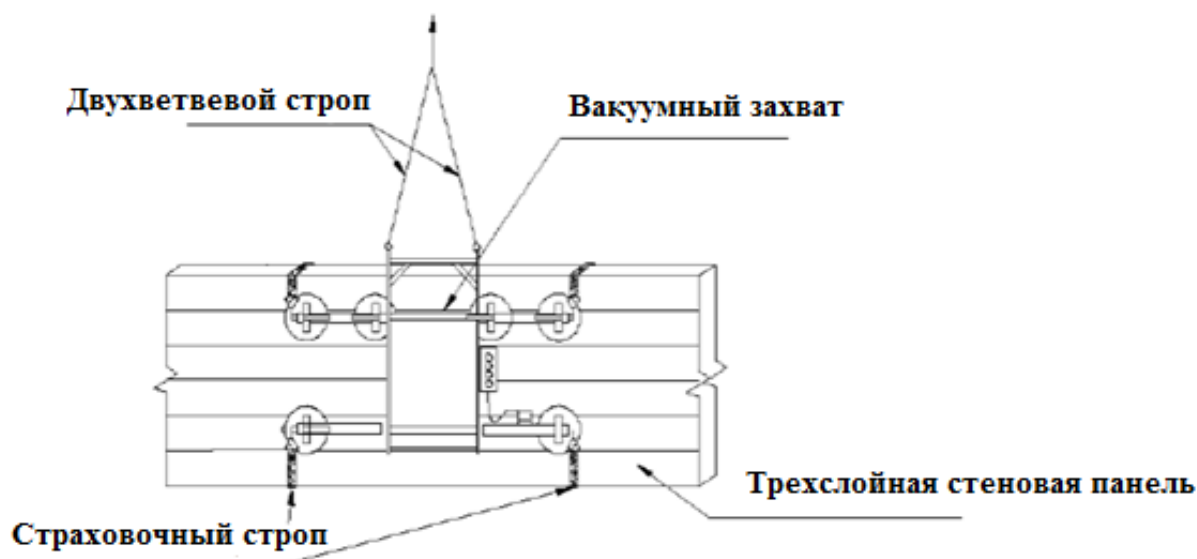

Рис.2. Схема строповки вакуумным захватом (при горизонтальной раскладке сэндвич-панелей)
- Стropовка панели двухветвевым стропом с помощью вакуумных захватов (рис.2);